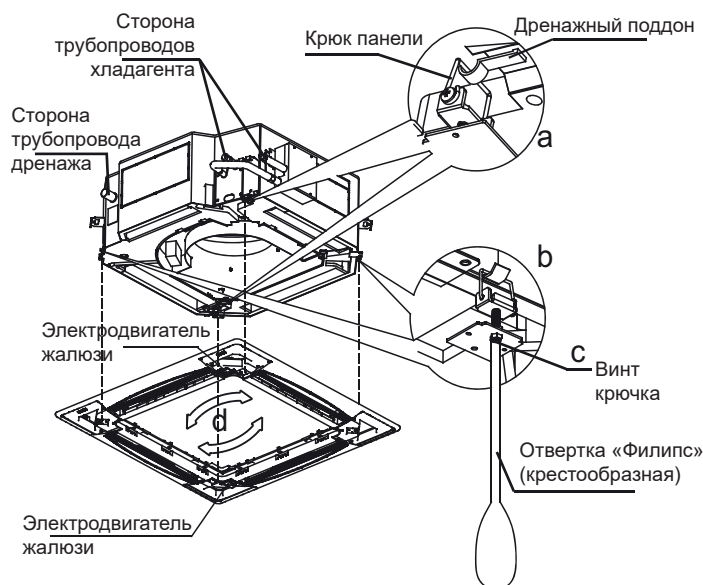

Рисунок 3.15
- (1) Совместите участки «СТОРОНЫ ТРУБОПРОВОДА» и «СТОРОНЫ ДРЕНАЖА», отмаркированные на панели, с соответствующими соединениями труб хладагента и дренажа воды на корпусе блока.
- (2) В период монтажа сначала подвесьте панель со стороны электродвигателя жалюзи и крючок с обратной стороны панели корпуса блока к соответствующему крючку дренажного поддона (см. рисунок 3.15, а). Затем подвесьте два оставшихся крючка соответствующих монтажных кронштейнов корпуса внутреннего блока (см. рисунок 3.15, b).
- (3) Вставьте направляющий трос электродвигателя жалюзи в отверстие в панели, и подсоедините концы питания электродвигателя жалюзи и дисплея панели к соответствующим разъемам на корпусе блока. Не забудьте установить на разъемы защитные трубки и используйте надежные приспособления для крепления и усиления изоляции соединений.
- (4) Отрегулируйте винты на креплениях панели (см. рисунок 3.15, c), придав ей горизонтальное положение, и поднимите панель к подвесному потолку.
- (5) Осторожно подвиньте панель в направлении «d» (см. рисунок 3.15, d), так чтобы центр панели совместился с центром отверстия в потолке. Убедитесь, что крючки во всех четырех углах закреплены по месту.